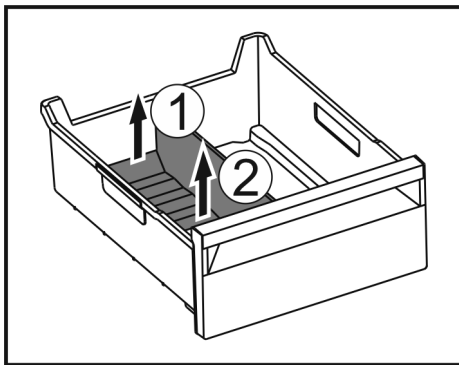

Fig. 175
- Sollevare la parte posteriore del divisore dello scomparto del ghiaccio. Fig. 175 (1)
- Rimuovere il divisore dello scomparto del ghiaccio verso l'alto. Fig. 175 (2)